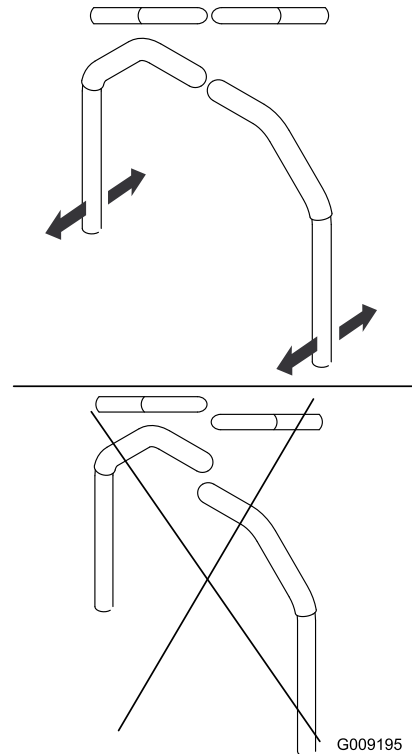

图60
3. 对齐手柄的前后位置即将手柄一起移至空档位置然后滑动它们直到它们对齐 图60。